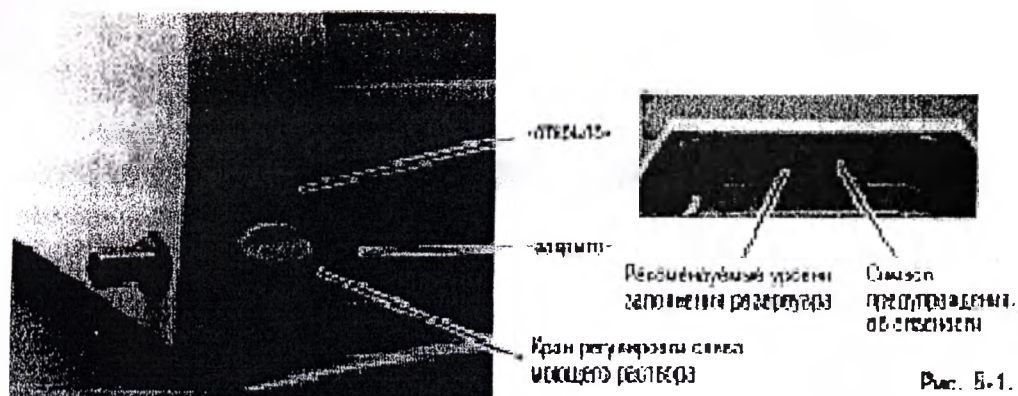

Рис. 5-1.
- 5.2 Кран регулировки слива моющего раствора переведите в закрытое положение (см. рис. 5-1), откройте крышку и извлеките сетку для инструментов и оборудования из резервуара аппарата. Заполните резервуар аппарата чистой холодной водой таким образом, чтобы её уровень находился между метками, обозначающими диапазон рекомендуемых уровней заполнения резервуара (около 6,5 л).